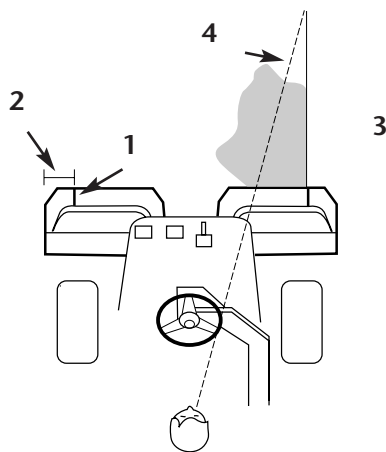

Figure 21
2. Mettre une bande de papier adhésif blanc ou peindre une ligne sur les bacs, parallèle au bord extérieur de chaque bac (Fig. 21).
3. Empiéter légèrement sur la tonte précédente lors des passages dans l'autre sens. Pour aller droit sur le green et garder la machine à la même distance des bords de la coupe précédente, établir une ligne imaginaire à 2 ou 3 mètres en avant du bord de la partie du green qui n'est pas coupée (Fig. 21). Certaines personnes trouvent utile d'inclure le bord externe du volant dans cette ligne imaginaire; c.à.d., maintenir le volant aligné avec un point toujours à la même distance de l'avant de la machine (Fig. 21).